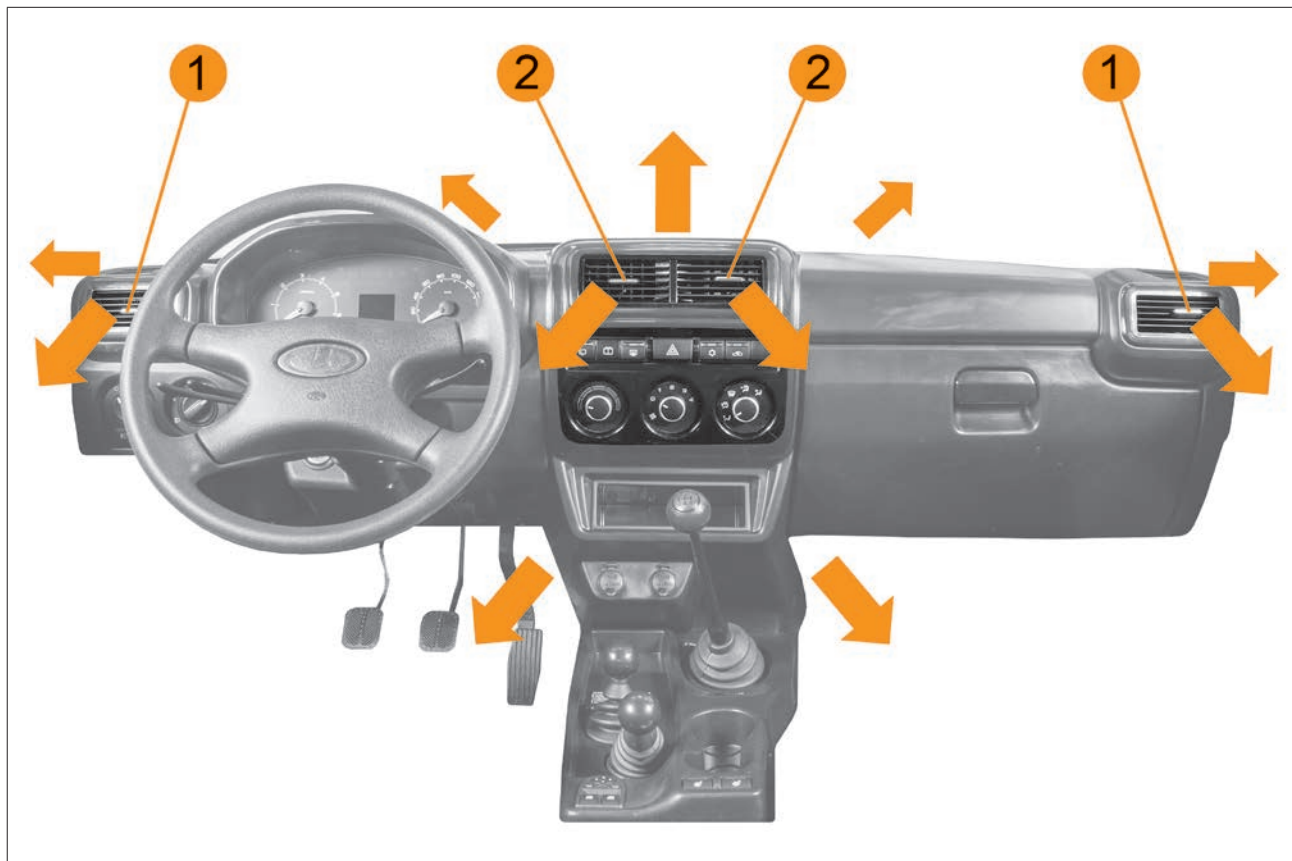

Рис. 26. Дефлекторы отопительно-вентиляционной установки
Рукоятками **1** (рис. 26) регулируется направление воздушного потока в боковых дефлекторах, а рукоятками **2** регулируется направление воздушного потока в центральных дефлекторах.
- рукоятками **1** и **2** (см. рис. 26) отрегулируйте направление воздушных потоков в боковых и центральных дефлекторах в зависимости от желаемого направления;
- рукоятками **1** (см. рис. 26) направить воздушный поток в боковых дефлекторах на соответствующие боковые стекла зоны обзора зеркал заднего вида;
- рукоятками **1** (см. рис. 26) направить воздушный поток в боковых дефлекторах на соответствующие боковые стекла в зону наибольшего обледенения;